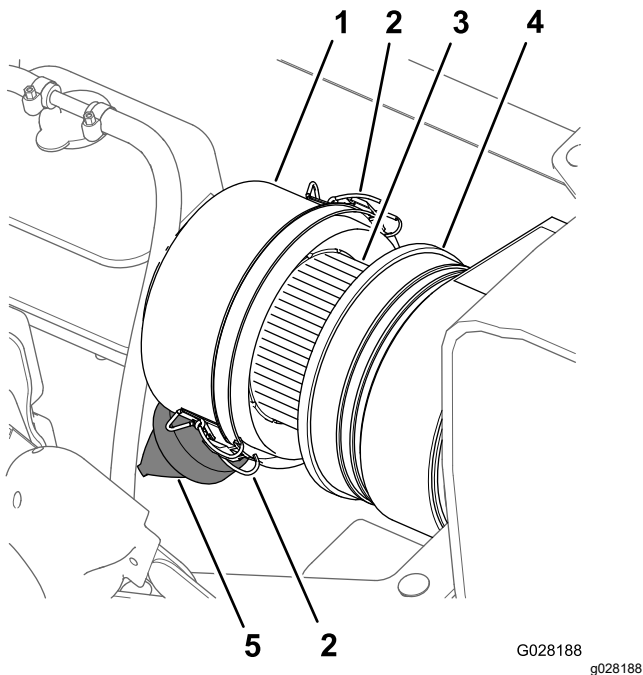
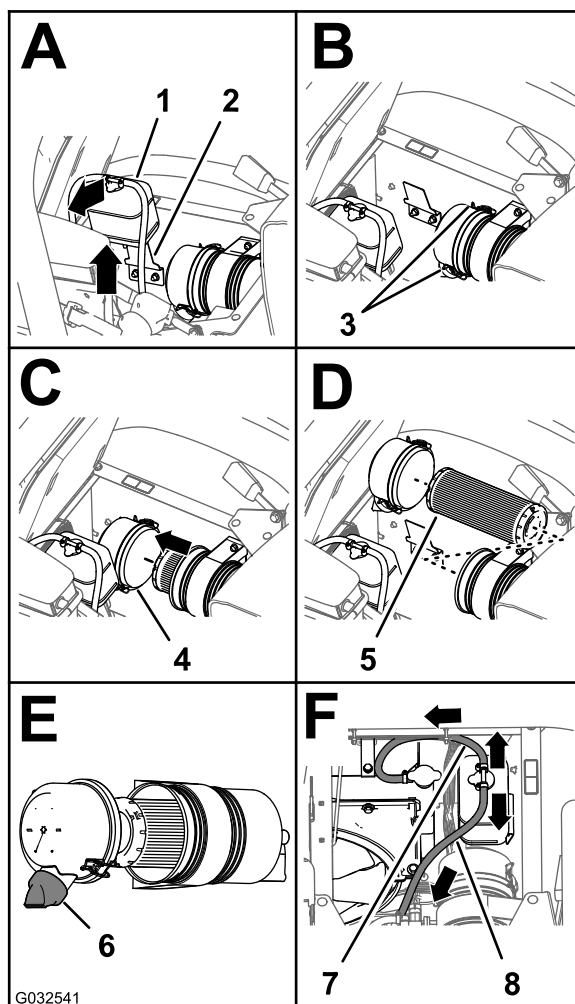

图 72
图 73
3. 清洁防尘盖和空气滤清器壳体图 72。
4. 检查空气滤清器壳体是否存在可能导致空气泄漏的损坏图 72。
5. 挤压防尘阀清除污物、灰尘和杂物 (图 72)。
7. 检查空气滤清器滤芯是否积聚了过多灰尘、污物和杂物图 72。
8. 将防尘盖安装到空气滤清器壳体上使用 2 个搭扣固定防尘盖图 72。
2. 清洁防尘盖和空气滤清器壳体图 72。
3. 向上提起冷却液溢流罐并将其移离溢流罐支撑架图 73。
4. 松开将防尘盖固定至空气滤清器壳体的 2 个搭扣图 73。
6. 用湿抹布将防尘盖、空气滤清器壳体和防尘阀内部擦拭干净图 72和图 73。
7. 将空气滤清器滤芯插入空气滤清器的壳体图 73。
8. 将防尘盖安装到空气滤清器壳体上使用 2 个搭扣固定防尘盖图 73。
注意 确保从尾端看时防尘阀在 57 点钟位置是对齐的图 73。
9. 将冷却液溢流罐与溢流罐支撑架对齐稳固放置溢流罐图 73。
重要事项 确保压力释放软管向前下方伸出溢流罐通风软管向后方伸出如图 73 所示。